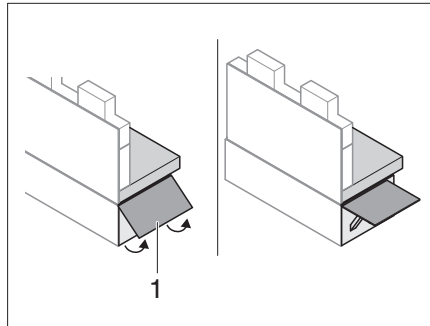

Fig. 148 Desplegar la prolongación del banco de asiento
- Abatir la prolongación del banco de asiento (Fig. 148,1) hacia arriba.
- Introducir la pestaña de desbloqueo y plegar la prolongación del banco de asiento (Fig. 148,1).